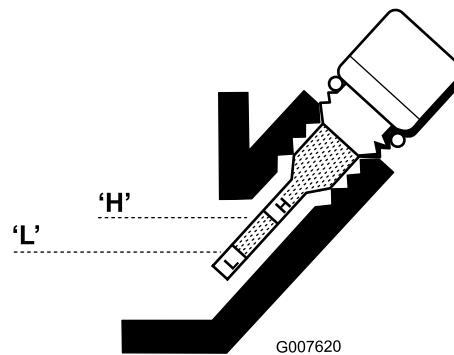

Figura 21
- Limpie el indicador e introduzcalo en el orificio de llenado. No lo enrosque en el orificio. Luego retírelo y verifique el nivel de aceite. Si el nivel es bajo, añada solamente aceite suficiente para que llegue entre las marcas 'H' y 'L' del indicador (Figura 21). Vuelva a comprobar el nivel de aceite. No llene demasiado.